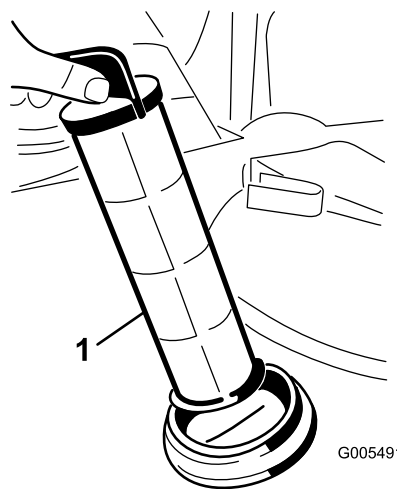

Figura 49
4. Retire el filtro de aspiración del orificio (Figura 49).